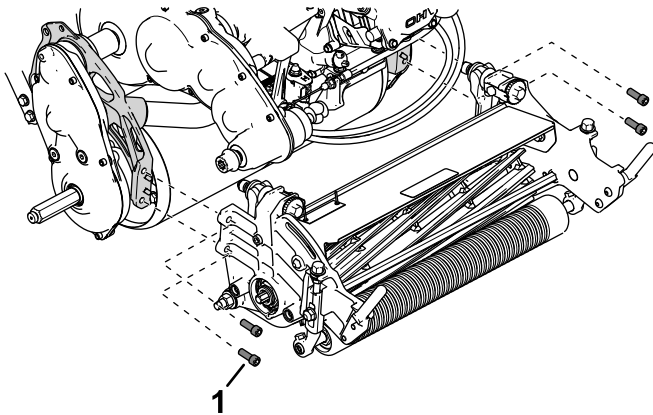

Bild 49
- Entfernen Sie die Bundkopfschrauben, mit denen das Mähwerk am Rahmen befestigt ist (Bild 49).